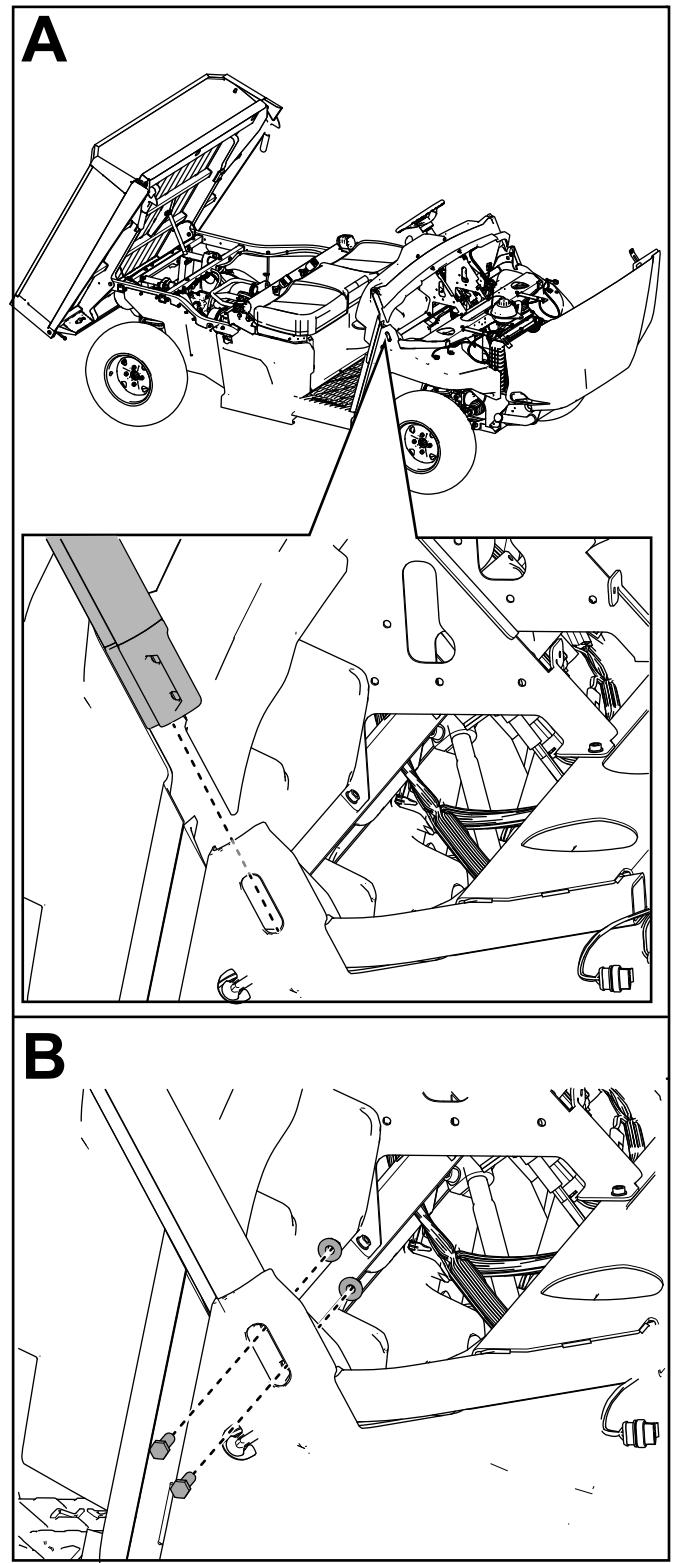

Figure 13
7. Fixez légèrement la barre avant droite de l'arceau de sécurité sur son support à l'aide de 2 boulons à tête hexagonale ($\frac{3}{8}$ " x $1\frac{1}{4}$ ") et de 2 contre-écrous ($\frac{3}{8}"), comme montré à la **Figure 13**.$